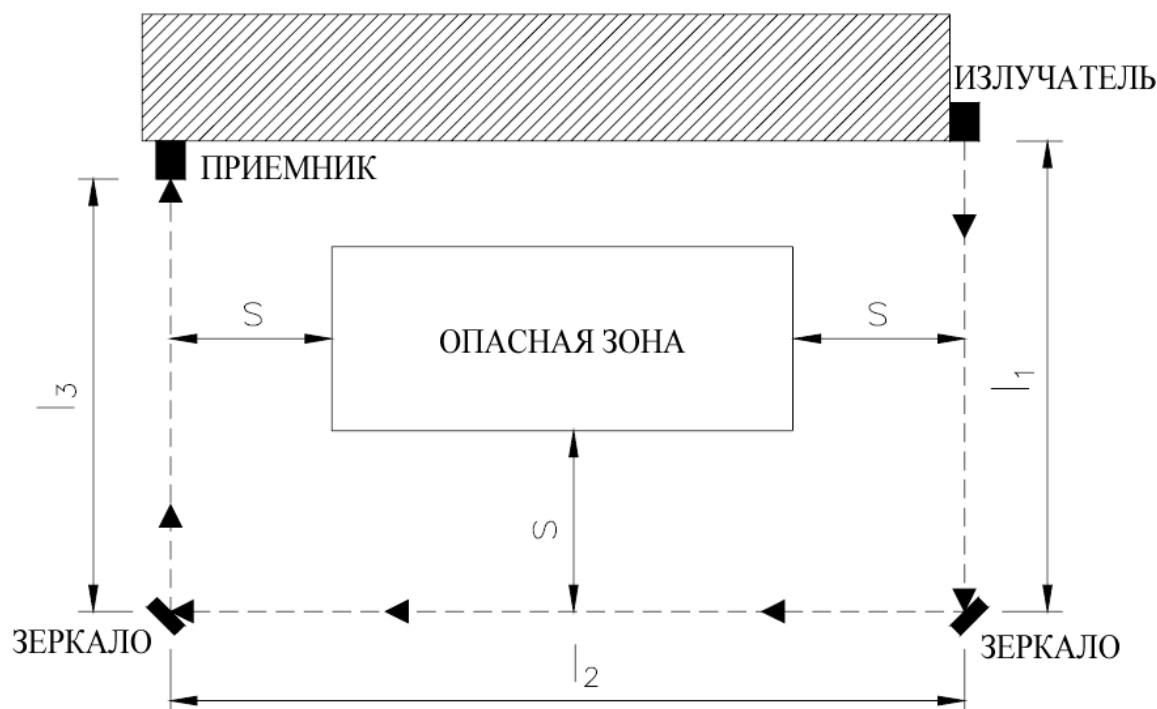

Рис. 24.
- Располагайте зеркала так, чтобы соблюсти минимальное расстояние безопасности S (Рис. 24) с каждой стороны доступа в опасную зону.